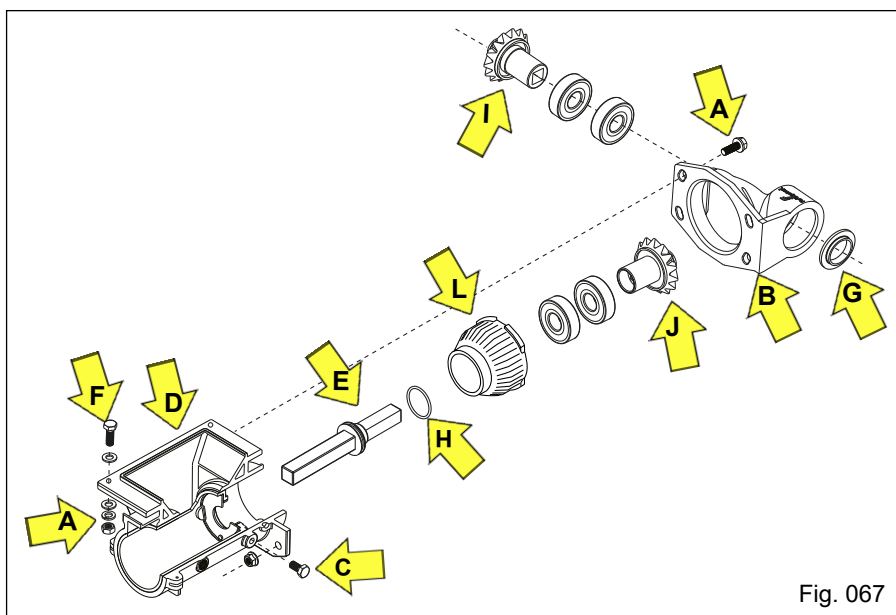

Fig. 067
e) Para a troca, limpeza ou substituição dos rolamentos e componentes do conjunto, retire o conjunto dosador da Plantadora através da remoção do eixo acionador e buchas de união, afrouxe e retire os parafusos de fixação do dosador na base do distribuidor. A seguir retire os quatro parafusos e porcas "A" de fixação do mancal suporte dos pinhões de transmissão "B", afrouxe e retire os parafusos "C" de fixação do revestimento "D", retirando a seguir o conjunto. Retire o eixo acionador "E" e remova a bucha "L" dos mancais do rolamento, fazendo a limpeza ou substituição necessária (Fig. 067).
Observe se há necessidade de montar arruelas de ajuste "H" nos pinhões "I e J". Havendo necessidade de substituição dos pinhões, troque as tuas peças, ou seja o pinhão motriz "I" e o pinhão movido "J". Aproveite para verificar as condições do parafuso "F", caso os mesmos apresentem corrosão excessiva, deve substituir por parafuso de inox (Fig. 067).